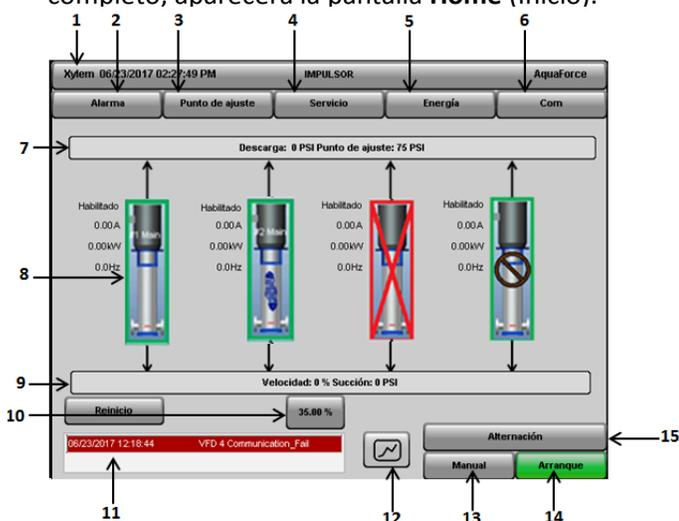
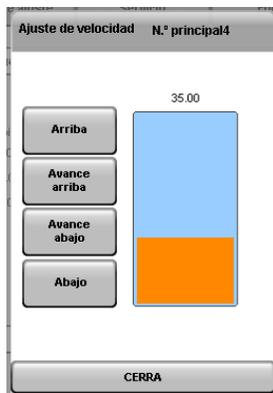

Figura 5.1.1. Pantalla Inicio
Figura 5.1.11: Ventana emergente para ajustar la velocidad del sistema en modo Manual
1. **Modo Automático:** Toque el botón [Manual] que aparece en la Figura 5.1.1 (13). El sistema ingresará en modo Automático y el texto en el botón [Manual] cambiará a [Automático] y se resaltará como se muestra en la Figura 5.1.9
En el modo Manual, el botón para el control manual de la Velocidad de la bomba se torna visible, como se muestra en la Figura 5.1.1 (10). El texto en este botón muestra la Velocidad ajustada actual del sistema. Al tocar el botón , aparece una barra de Velocidad, como se muestra en la Figura 5.1.11. La velocidad puede controlarse con la barra de Velocidad en el modo Manual.
- **Inicio/Detención del sistema:** Muestra el comando que se puede realizar usando este botón (por ej., si muestra “Start” (Arrancar), entonces el usuario puede utilizar este botón para arrancar el sistema y si muestra “Stop” (Detener), entonces el usuario puede utilizar este botón para detenerlo). Este botón se muestra en la Figura 5.1.1 (14).
- **Alternación manual:** Este botón se puede usar para alternar la secuencia de la bomba en el modo de operación automático. Cuando se selecciona el método de alternación en la base de horas de funcionamiento de la bomba, este botón se deshabilita. Este botón se muestra en la Figura 5.1.1 (15).